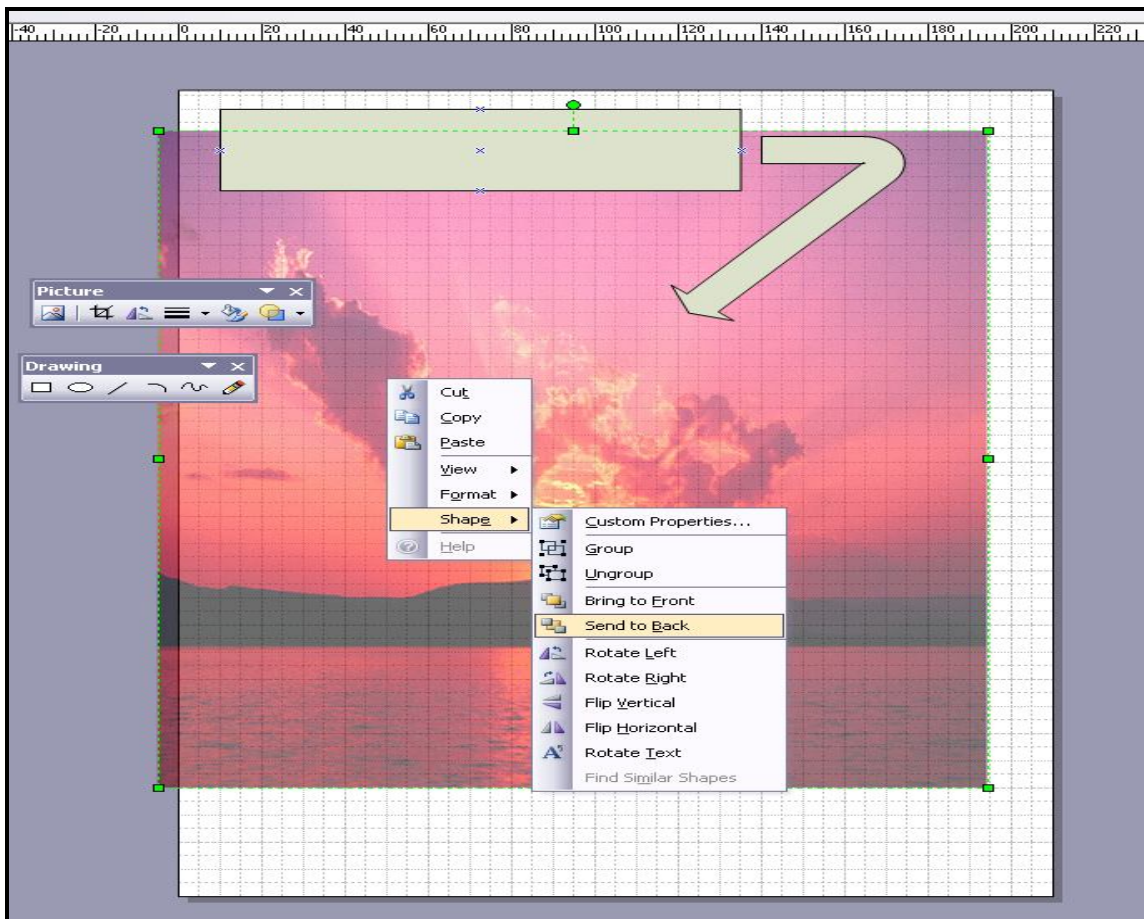

Рис. 52. Форматирование изображения
11. Сделайте изображение (пункт 9) фоном вашего документа, меняя его прозрачность и размеры. При этом лицевая страница называется страницей переднего плана (*foreground page*), и она отображается перед фоновой страницей. А фоновый рисунок разместить на заднем плане с помощью команд контекстного меню **Shape – Send to Back** (рис. 52).